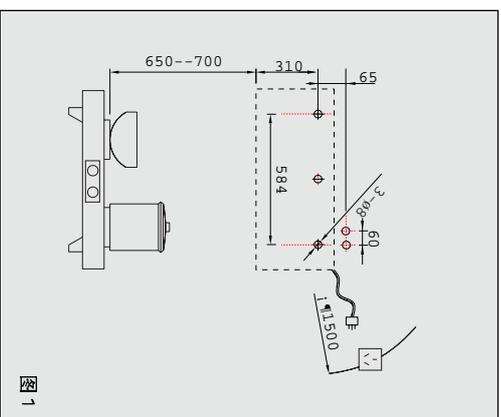
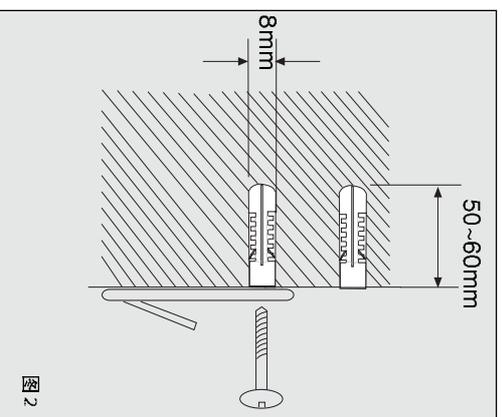

图 1
图 2
1、按图 1 尺寸在灶具上方坚实的地方准确确定冲击钻钻孔位置。冲击钻配上 $\varnothing 8$ 的麻花钻头或 $\varnothing 6$ 的冲击钻头，在钻孔位置上钻出3个直径为8mm，深为50~60mm的孔，牢固埋设膨胀管，旋入木螺钉拧紧。（如图 2）
- ☆ 电源插座应在小于1500mm的地方（如图 1 所示）。